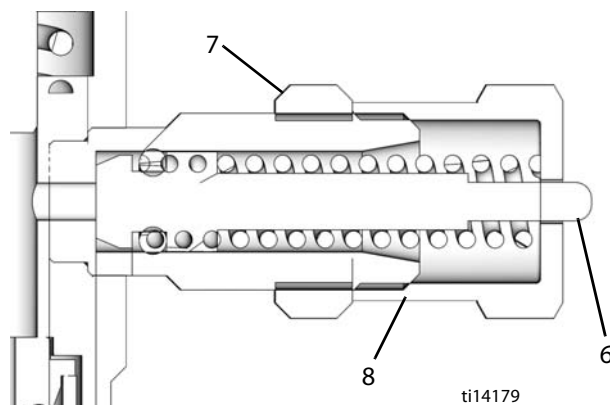

Рис. 1
Ссылочные номера, используемые в дальнейших инструкциях, относятся к Рис. Рис. 1.
Чтобы предотвратить выход из строя компонентов, регулировочная гайка (8) не должна выходить за пределы полностью втянутой позиции плунжера (6). См. Рис. 1.